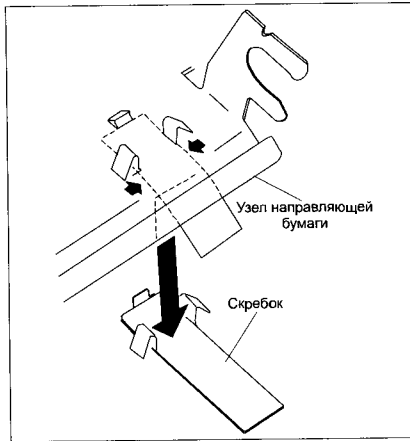

Рис. 18
- сжимают хвостовик скребка в направлении стрелок (рис. 18) и снимают его с узла направляющей бумаги.